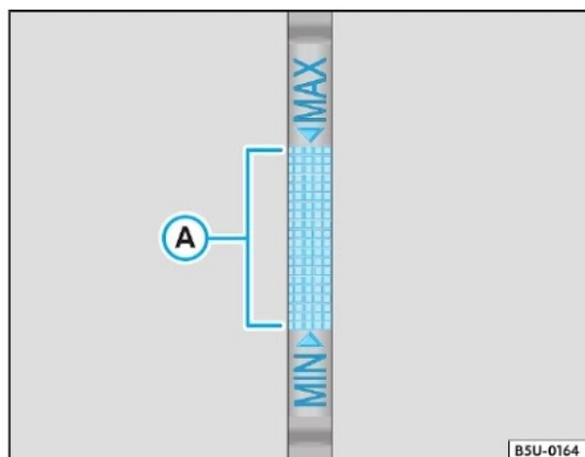

Fig. 63 Indicação do correto nível de óleo na vareta de medição (região A)
- Aguarde alguns instantes. Retire novamente a vareta do óleo e controle o nível do óleo ⇒ **fig. 63**. Bastará que se situe na **região A**. Se esta região não for atingida, abasteça o óleo do motor conforme indicado no capítulo seguinte ⇒ Página 101.
- Aguarde alguns instantes e controle o nível do óleo ⇒ Página 100, **fig. 63**. Bastará que se situe na região **A**. Se esta região não for atingida, continue a adicionar óleo.
- Assim que o nível do óleo atingir pelo menos a região **A** ⇒ Página 100, **fig. 63**, feche cuidadosamente a tampa do bocal de abastecimento.